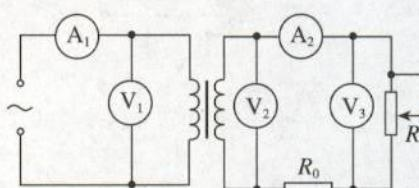

图 5.4-9 用电器增加时各表读数如何变化？
5. 图 5.4-9 是街头变压器通过降压给用户供电的示意图。变压器的输入电压是市区电网的电压，负载变化时输入电压不会有大的波动。输出电压通过输电线输给用户，两条输电线的总电阻用  $R_0$  表示，变阻器  $R$  代表用户用电器的总电阻，当用电器增加时，相当于  $R$  的值减小（滑动片向下移）。如果变压器上的能量损失可以忽略，当用户的用电器增加时，图中各表的读数如何变化？